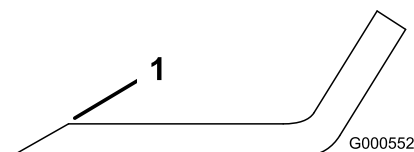
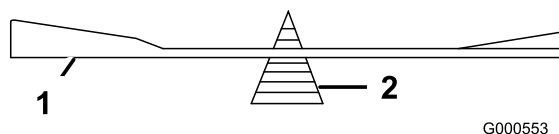

Figure 44
Figure 45
1. Au moyen d'une lime, aiguiser les tranchants aux deux extrémités de la lame (Figure 44). Veillez à conserver l'angle de coupe d'origine. Limez la même quantité de métal sur chacun des deux tranchants pour ne pas déséquilibrer la lame.
2. Vérifiez l'équilibre de la lame en la plaçant sur un équilibreur (Figure 45). Si la lame reste horizontale, elle est équilibrée et peut être utilisée. Si la lame est déséquilibrée, limez un peu l'extrémité de la partie relevée seulement (Figure 44). Répétez la procédure jusqu'à ce que la lame soit équilibrée.